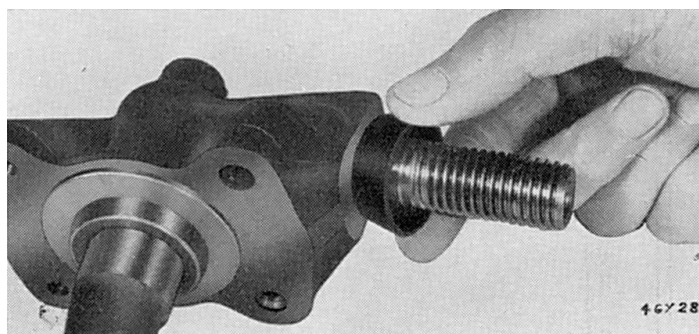

Fig. 16. Montage du joint de caoutchouc au pivot de fusée
4. Monter le joint en caoutchouc (43) sur le pivot de fusée (Fig. 16), visser à fond le pivot de fusée dans le tourillon de bronze (42), puis dévisser jusqu'à la première position utile.